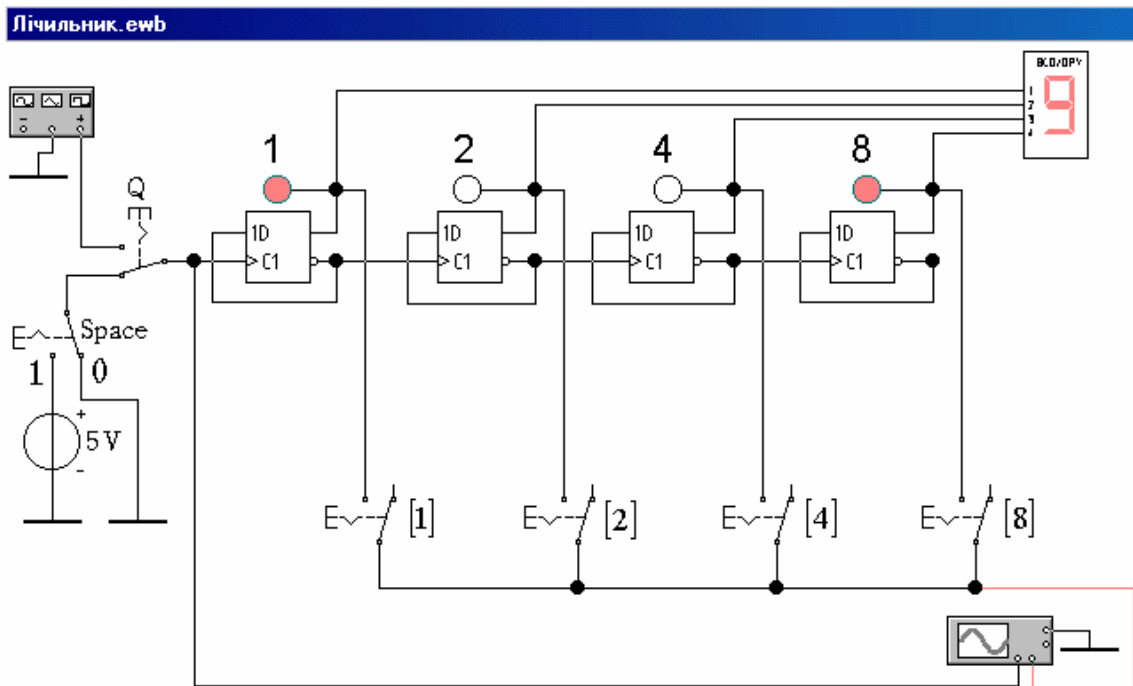

Рисунок 4.1
- 4.1.1 Відкрити файл «Лічильник» (рис. 4.1).